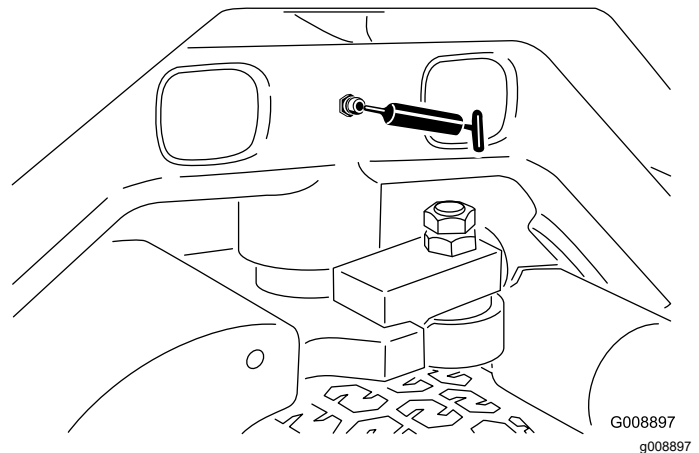

Рисунок 45
- Шарнир поворотного кулака (Рисунок 45).